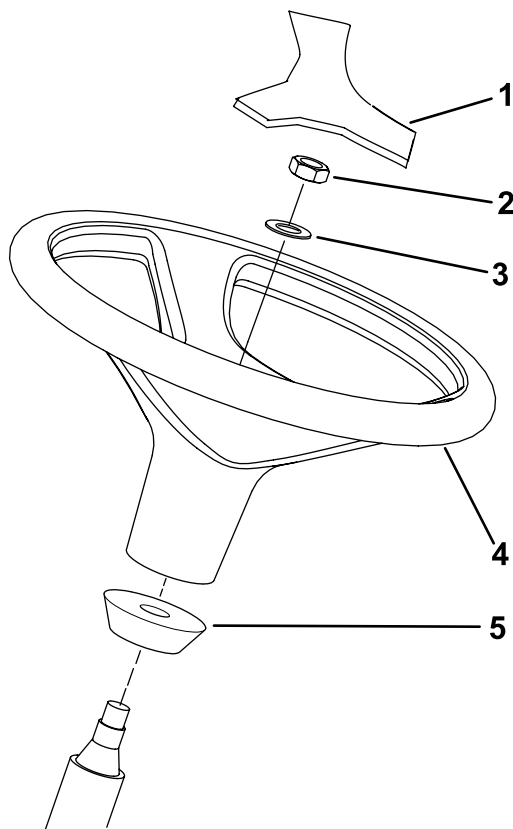

Figura 14
1. Retire el volante del calzo de transporte (Figura 14).
- Nota:** Asegúrese de que el collar de espuma permanece en el eje de dirección (Figura 14).
3. Deslice el volante y la arandela sobre la columna de dirección (Figura 14).
5. Monte la tapa en el volante (Figura 14).